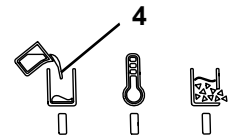

Fig. 12
- ◆ A indicação "Aquecer/Operacional" (5, Fig. 12) está desligada.